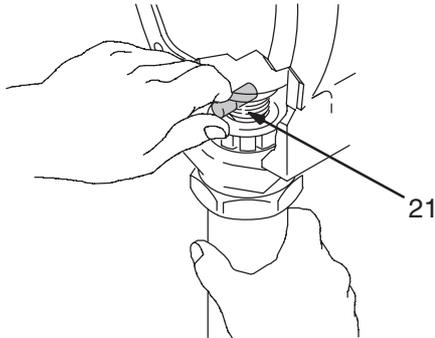

Fig. 29
Fig. 29 y lista de piezas. Introduzca el pasador (21) en los orificios.